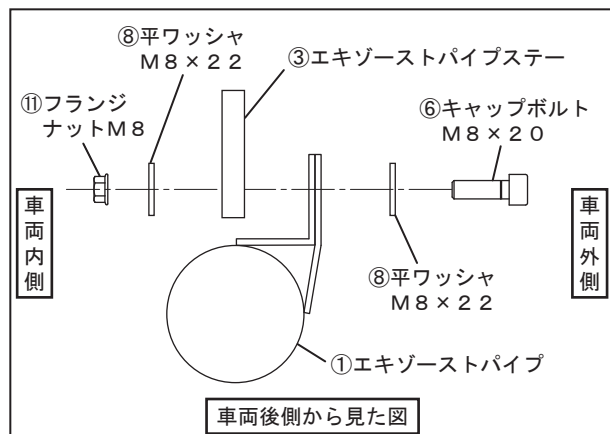
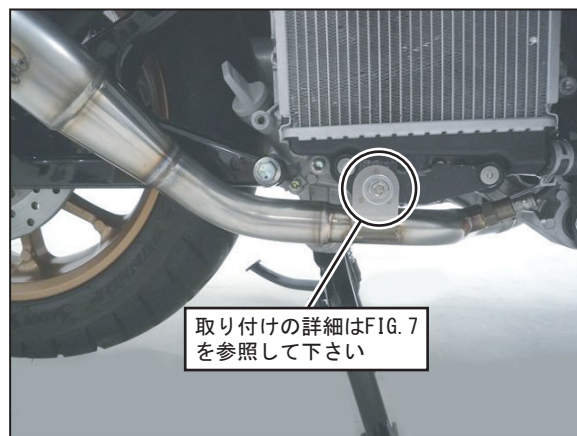

FIG. 7
FIG. 6
5. ①エキゾーストパイプのステアを③エキゾーストパイプステアに合わせて⑥キャップボルトM8×20、⑧平ワッシャM8×22をFIG. 7を参照して通し、⑪フランジナットM8をボルトが外れない程度に通して下さい。(FIG. 6, 7参照)